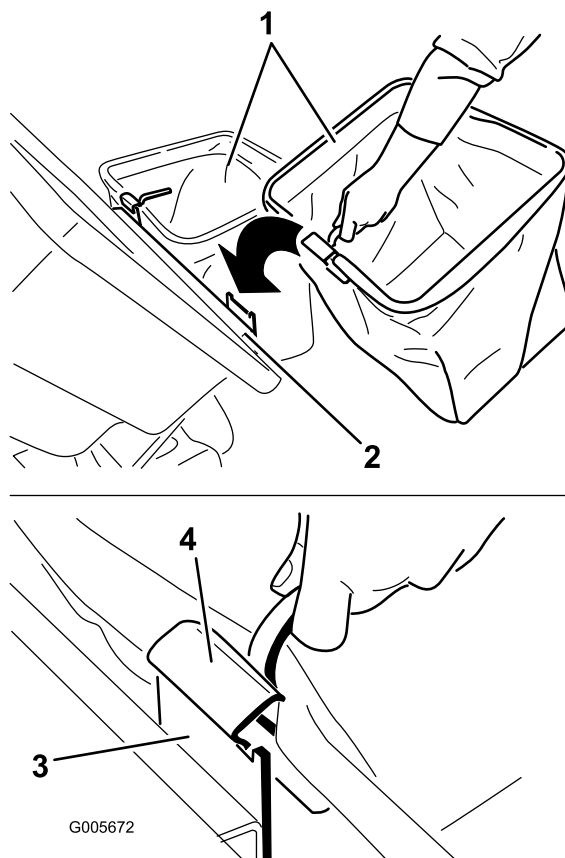

Figura 9
- Alzate il coperchio del sistema di raccolta e inserite i cesti facendo scorrere i ganci del telaio dei cesti sulle staffe di ancoraggio (Figura 9).